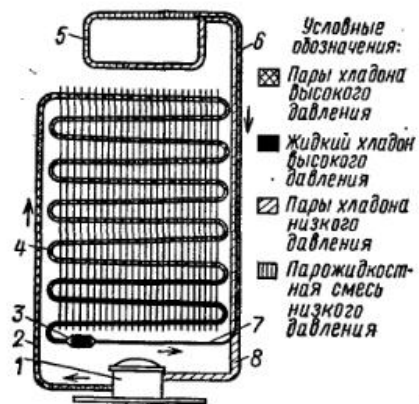

Рис. 127. Схема компрессионного холодильного агрегата:
**РАБОТА КОМПРЕССИОННОГО ХОЛОДИЛЬНОГО АГРЕГАТА.** Холодильная камера охлаждается вследствие изменения агрегатного состояния хладагента (хладона-12) в системе герметичного холодильного агрегата, принцип действия которого схематично заключается в следующем. Пары хладона-12 отсасываются из испарителя 5 (рис. 127) компрессором 1 и проходят внутри кожуха, охлаждая обмотку электродвигателя. Сжатые в компрессоре пары хладагента по нагнетательной трубке 2 поступают в охлаждаемый окружающим воздухом конденсатор 4. Давление паров хладона в конденсаторе равно 600—1050 кПа. В конденсаторе пары хладона переходят в жидкое состояние, отдавая тепло окружающей среде. Жидкий хладон из конденсатора поступает через фильтр 3 в капиллярную трубку (где происходит его дросселирование) и затем в испаритель. Капиллярная трубка 7 создает необходимый для работы перепад давления между конденсатором и испарителем. Давление хладагента в испарителе понижается до 98 кПа. Жидкий хладон при низком давлении кипит, отнимая тепло от стенок испарителя и воздуха холодильной камеры. Из испарителя пары хладагента по всасывающей трубке 8 снова поступают в кожух